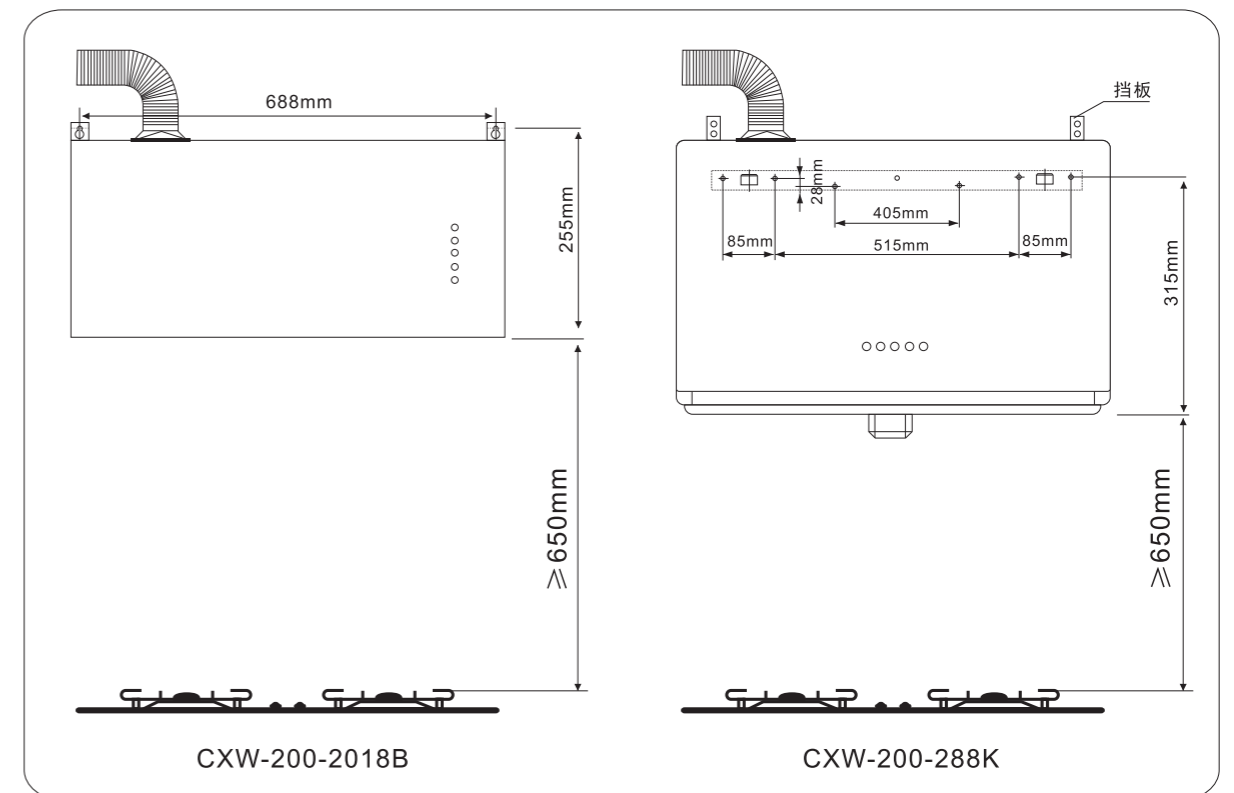

图2
- 1、参照图2尺寸，根据您的装修要求，在坚实的墙壁上钻孔，埋设膨胀销，安装挂钩。